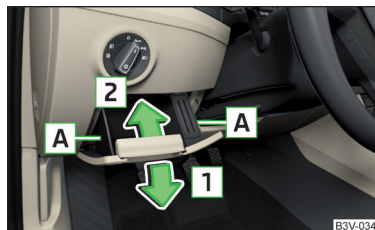

Abb. 354
- Das Ablagefach seitlich im Bereich **A** fassen und durch Ziehen in Pfeilrichtung **1** aufklappen (zum Aufklappen ist ein erhöhter Kraftaufwand notwendig) » Abb. 354.